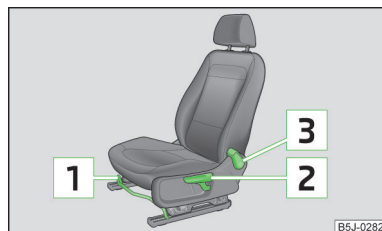

Fig. 38
- Tirez la manette (dans la zone centrale) **1** » fig. 38 vers le haut et poussez simultanément le siège dans la position souhaitée.
- Si vous souhaitez lever le siège, tirez la manette **2** » fig. 38 ou pompez vers le haut.
- Délestez le dossier du siège (ne vous appuyez pas contre le dossier), tirez la manette **3** » fig. 38 vers l'arrière et réglez l'inclinaison souhaitée en appuyant avec le dos.